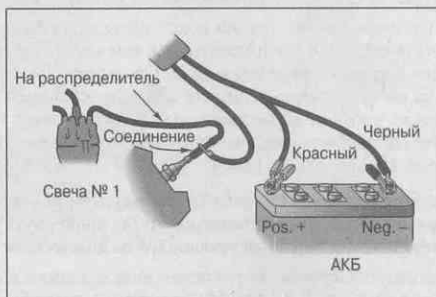

Рис. 12.45. Подключение трехклеммного стробоскопа
Многие конструкции стробоскопов оборудованы тремя клеммами. Если инструкция отсутствует, то советы из этой книги подойдут для использования почти всех моделей стробоскопов с тремя клеммами (рис. 12.45).
4. Присоедините красную клемму к положительной клемме АКБ (рис. 12.45).
- Можно снять **колпачок** со свечи зажигания, присоединить клемму к свече и подключить высоковольтный провод к свече без колпачка таким образом, чтобы ток проходил от провода к свече (см. рис. 12.45).